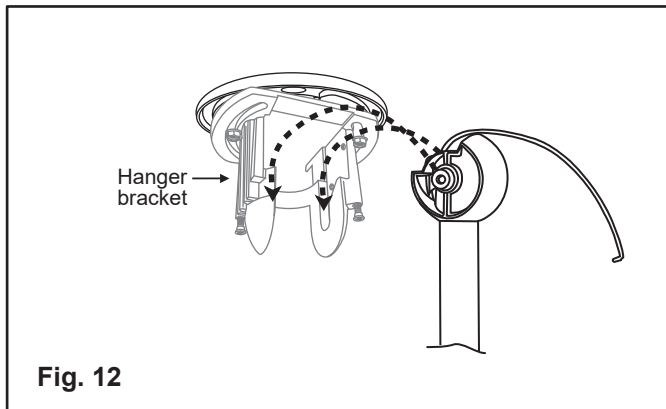
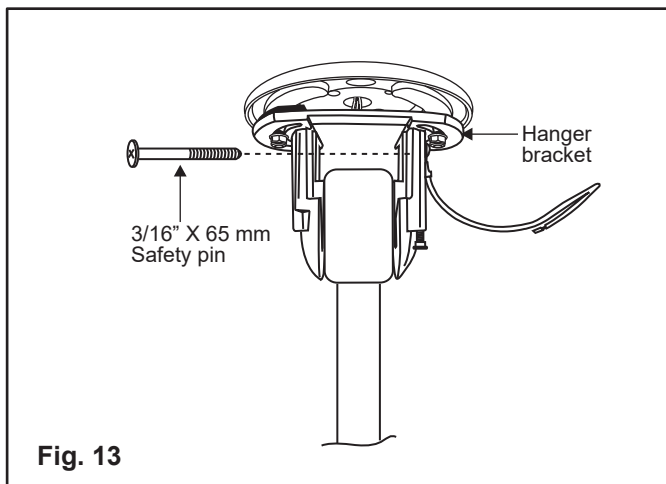

Fig. 12
Fig. 13
NOTE: The Hanger Ball can be installed in **ONLY** one direction. The "**cutout**" should be toward the "**Lower**" end of the ceiling slope. (Fig. 12)
8. Now lift the motor assembly into position with the hanger ball in the position (shown in Fig. 13) and place the pivot pens on the hanger ball into the pivot grooves on the hanger bracket. (Fig 12)
Next, lower the hanger ball until the pivot pens rest in the bottom of the pivot groves. (Fig 12)
9. Make sure the Safety Pen installed in Fig 12 is installed but **NOT** tightened. (Fig 13)
8. Ahora levante el conjunto del motor a su posición con la bola colgante en la posición (como se muestra en la Fig. 13) y coloque las plumas de pivote de la bola colgante en las ranuras de pivote del soporte colgante. (Figura 12)
9. Asegúrese de que el lápiz de seguridad instalado en la Fig. 12 esté instalado pero NO apretado. (Figura 13)